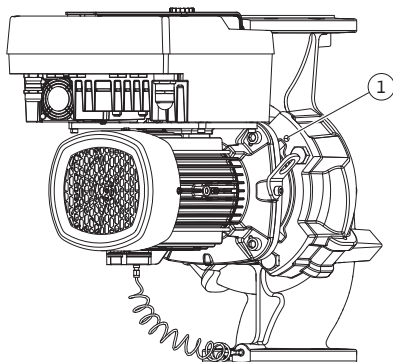

Fig. 12: Éjection du kit embrochable par les trous taraudés
Pour le type de pompe (Fig. III et Fig. IV), desserrer les vis (pos. 29). Utiliser les deux trous taraudés adjacents (Fig. 12, pos. 1) ainsi que les vis appropriées fournies par le client (p. ex. M10 x 25 mm).